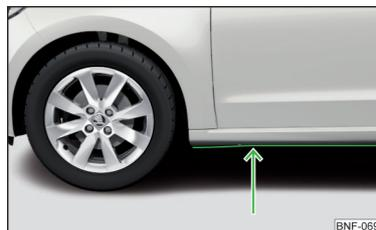

Fig. 124
- Avant de franchir une nappe d'eau, déterminez la profondeur de l'eau. Le niveau de l'eau ne doit pas dépasser le longeron inférieur » fig. 124.